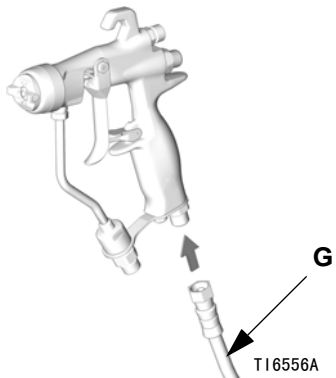

图 2
5. 将空气软管 (G) 连接至 1/4 npsm 的喷枪空气入口。见图 2。